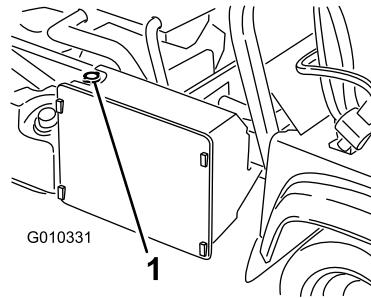

Figura 55
- Retire el tapón del radiador (Figura 55).
- Retire el tapón del depósito auxiliar (Figura 55).
- Rellene el radiador y coloque el tapón (Figura 55).